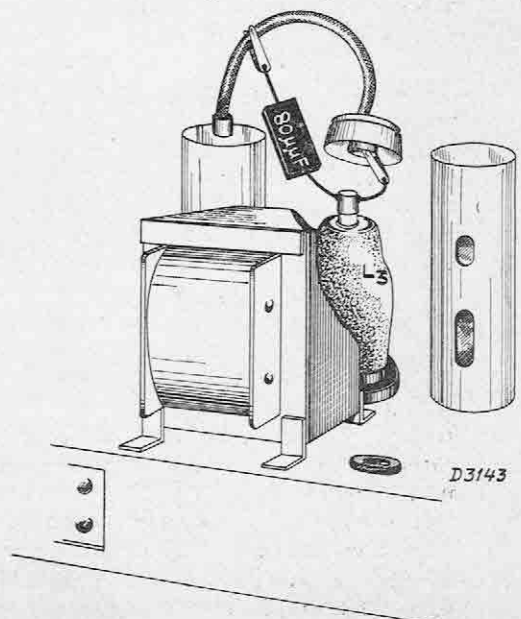

Fig. 2
- Désaccorder le 2ème circuit moyenne-fréquence en branchant un condensateur de 80 $\mu\mu\text{F}$ entre la grille de commande de L3 et le châssis (fig. 2).